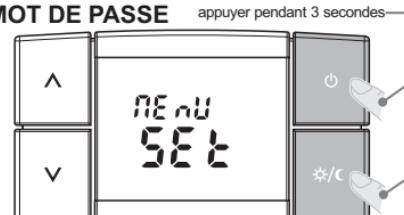

fig. 39
- L'écran affichera pendant quelques secondes l'inscription **MEnU Set** (fig. 39).